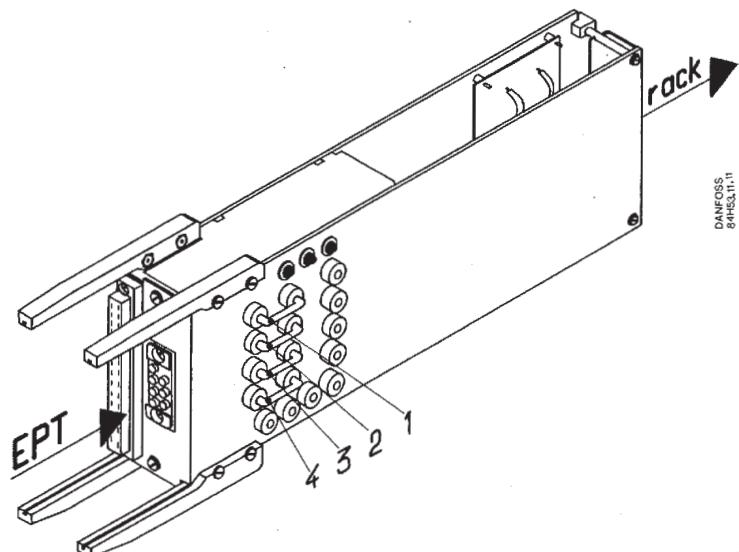

Fig. 1
Se fig. 1 og 3.
Isæt alle fire bøjler, fig. 1, pos. 1, 2, 3 og 4.
See figs. 1 and 3.
Insert all four jumpers, fig. 1, pos. 1, 2, 3 and 4.
Die Messpunkte und Einstellpotentiometer des EPT-Reglers können durch Einfügen eines Zwischenstückes zwischen Regler und Rack zugänglich gemacht werden. Siehe Fig. 1 und 3.